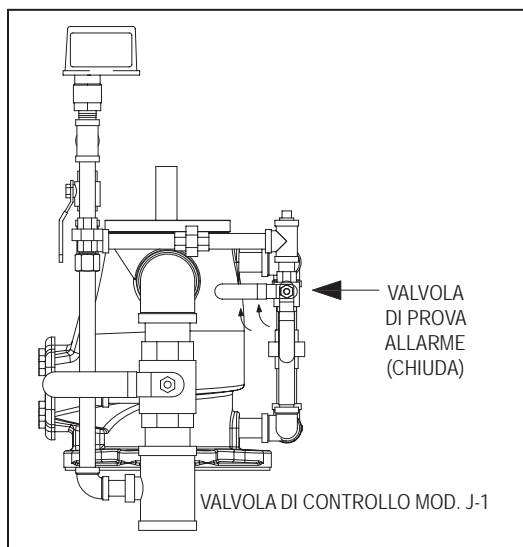

Figura 37
- 3. Una volta terminato il test, richiudere la valvola di controllo impianto utilizzata (Figura 37).